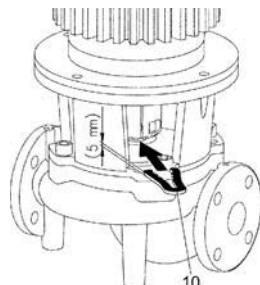

Fig. 19: Mise en place de la fourche de montage
- Glisser la fourche de montage (Fig. 19, pos. 10) entre la lanterne et l'accouplement. La fourche de montage doit s'adapter sans le moindre jeu.